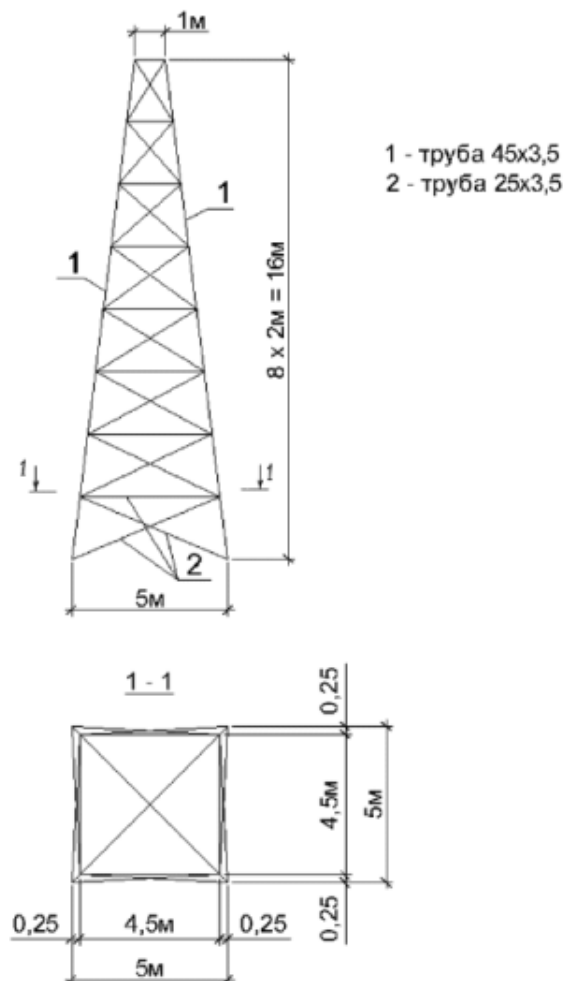

Рис. 5.1. Схема вежі
Схема вежі показана на рис. 5.1.
- У діалоговому вікні **Опис схеми** (рис. 5.1) задайте наступні параметри: